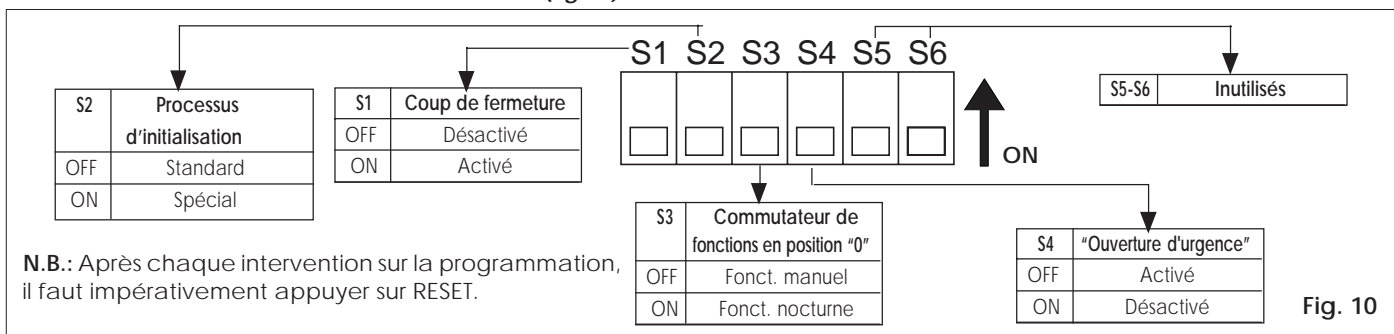

Fig. 10
- 4) Vérifier que les micro-rupteurs de l'électronique de programmation (fig. 10) sont bien tous sur **OFF**.
## 5.3. PROGRAMMATION DES MICRO-RUPTEURS (fig. 10)